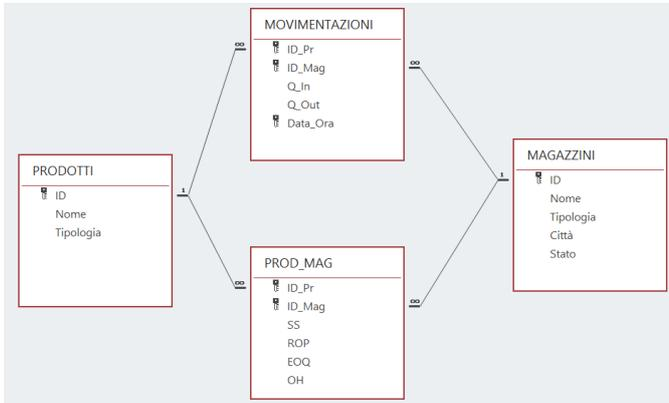

**Figura 1.** Le tabelle di partenza
Si considerino le due anagrafiche PRODOTTI e MAGAZZINI e le due tabelle MOVIMENTAZIONI e PROD\_MAG, rappresentate in figura 1. MOVIMENTAZIONI registrate tutte le operazioni di movimentazione (prelievi o stoccaggi) e la data (comprensiva di ore, minuti e secondi) in cui si è verificata la movimentazione; PROD\_MAG definisce le coppie prodotti e magazzini valide e, per ciascuna di esse, setta i valori del punto di riordino (ROP), della scorta di sicurezza (SS) e della quantità di riordino (EOQ).